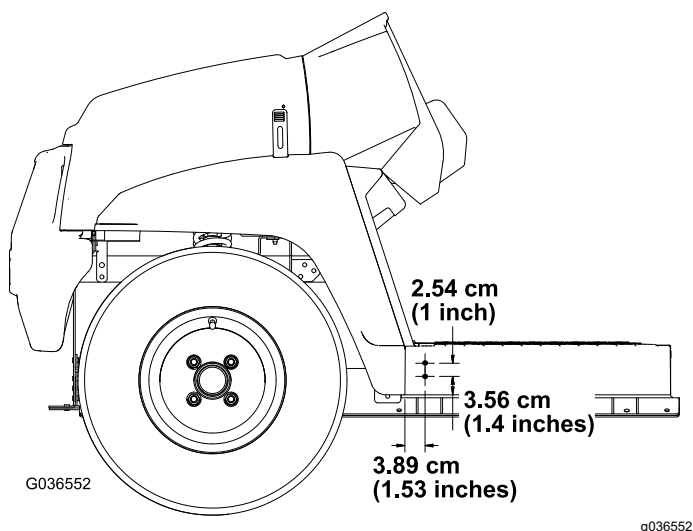

Figura 29
1. Con las dimensiones mostradas en Figura 29, realice 2 taladros (5/16") en la parte exterior de la chapa del suelo en los laterales derecho e izquierdo de la máquina.